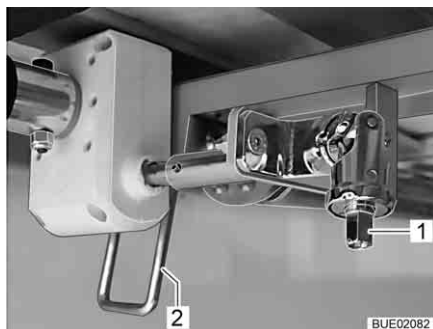

Fig. 139 Regolazione in altezza
- Fissare la manovella sul perno (Fig. 139,1).
- Ruotare verso il basso la leva (Fig. 139,2) in posizione verticale.
- Ruotare verso l'alto la leva (Fig. 139,2) in posizione orizzontale.